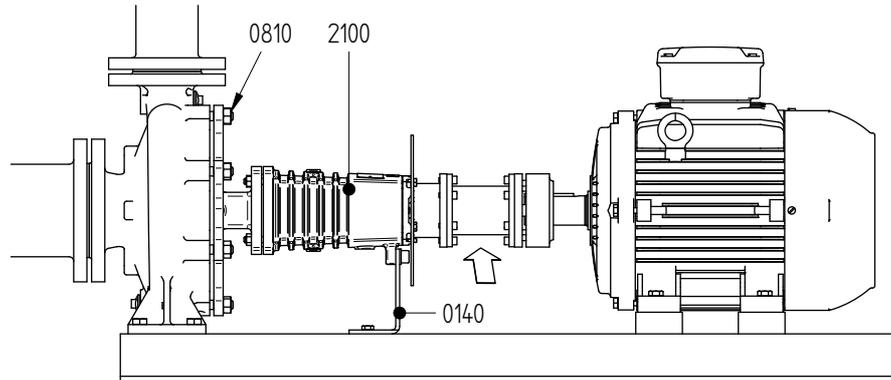

Abbildung 7: Back-Pull-Out-Prinzip.
- 2 Lagerstuhlstütze (0140) von der Fundamentplatte lösen, siehe Abbildung 7.